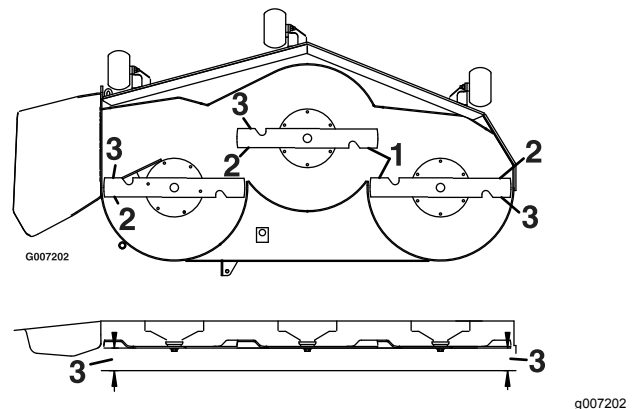

Figura 69
- Misurate la distanza tra i taglienti esterni e la superficie piatta (Figura 69).